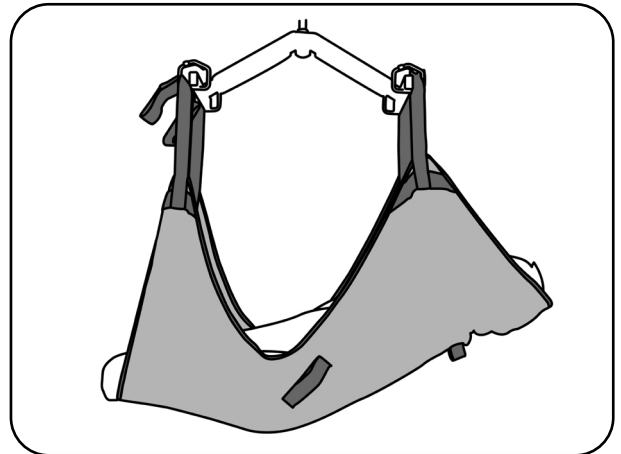

Abb. 8.3.07 - Anheben des Patienten
9. Positionieren Sie den Transportbügel entsprechend dem Kapitel Vorbereitung Abschnitt **Transportbügel der aks-Patientenlifter**. Die Position des Tandembügels in Abb. 8.3.07 ermöglicht den Transport des Patienten in liegender Position.
12. Heben Sie den Patienten mit dem aks-Patientenlifter an (Abb. 8.3.07). Beobachten Sie dabei den Patienten und die Straffung des Liftergurtes. Korrigieren Sie gegebenenfalls den Sitz des Liftergurtes durch erneutes Ablassen des Patienten und Verschieben der ungünstig sitzenden Teile des Liftergurtes. Beobachten Sie während des gesamten Hebevorganges ständig den Patienten und den Sitz des Liftergurtes. Heben Sie den Patienten nur so hoch wie nötig.